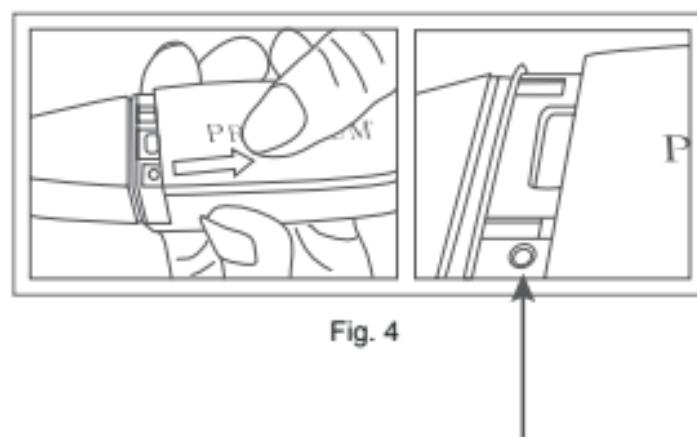

Fig. 4
4. Retirez la protection des piles pour faire apparaître le bouton d'activation de l'étalonnage ; il s'agit d'un trou situé sur le côté inférieur gauche, tel qu'illustré dans la Fig. 4.